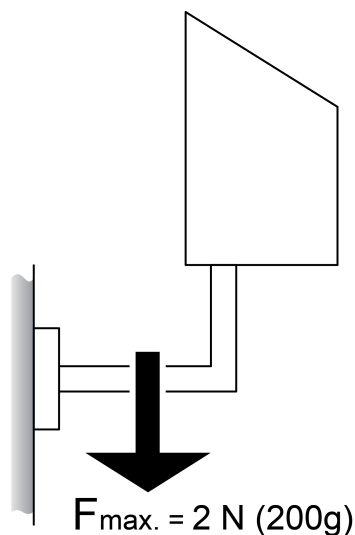

Figure 4: Charge maximale sur le bras coudé
- Faire passer les câbles pour l'alimentation en tension et le raccordement du bus à travers une des deux entrées de câble (11) dans la boîte à bornes (3).
- Raccorder la tension d'alimentation à la borne de raccordement (9).
- Raccorder le câble bus KNX avec la borne de raccordement (10).
- Raccorder le connecteur mâle de la tête de capteur (1) à la borne du capteur (8) dans la boîte à bornes (3).
- i** Le bras coudé (2) peut se casser à la fermeture de la boîte à bornes. Ne pas utiliser le bras coudé comme levier (figure 4).